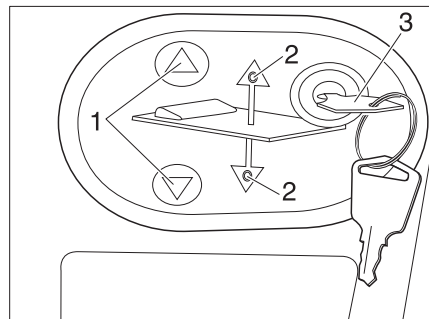

Bild 161 Bedienpanel für elektrisches Hubbett
- Schlüssel (Bild 161,3) in das Bedienpanel stecken.
- Auf Taste (Bild 161,1) drücken und gedrückt halten. Die jeweilige LED (Bild 161,2) leuchtet und das Hubbett senkt sich bis zur Mittelstellung und bleibt dann stehen.
- Auf Taste  (Bild 161,1) drücken und gedrückt halten. Die jeweilige LED (Bild 161,2) leuchtet und das Hubbett senkt sich ganz nach unten.